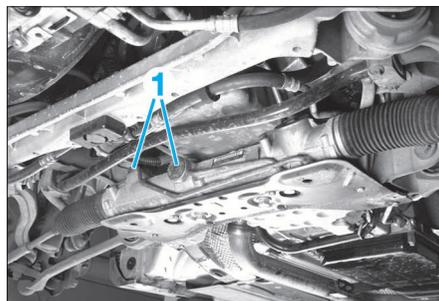

FIG. 7
- Dévisser les 2 raccords d'huile (1) (Fig.7).